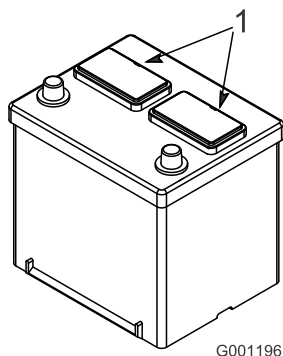

図 21
1. バッテリーの上部をきれいに拭い、キャップを取り外す（図 21）。